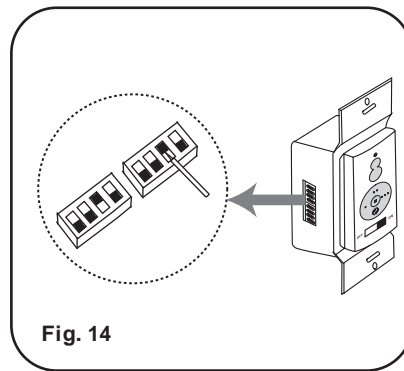

Fig. 14
**NOTA:** El Sistema Aire Control® está equipado con una función de frecuencia de aprendizaje que tiene 256 código combinaciones para evitar posibles interferencias de otros equipos remotos. La frecuencia de su receptor y el transmisor se han pre ajustado en la fábrica. (Fig. 14) No es necesario el cambio de frecuencia, Si desea instalar otro ventilador dentro de la misma casa con un código de frecuencia separado, por favor consulte la sección "Hay interferencia de las frecuencias" de solución de problemas de este manual para aprender a cambiar la frecuencia.